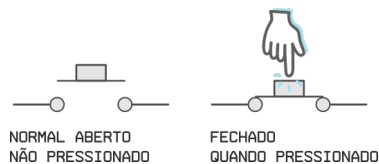

Figura 4: Chave tátil normalmente aberta (fonte: <https://uploads.filipeflop.com/2018/12/push-button.png>)
Uma chave táctil (*push-button*) funciona como um contato que abre e fecha, sendo assim, uma chave possui dois valores, 0 ou 1, aberto ou fechado. Quando a chave é do tipo “normalmente aberto” (NA), significa que quando pressionada fecha-se o contato (ver Figura 4). Conectando uma chave a uma porta do NodeMCU podemos ler o valor 0 ou 1 da chave e assim tomar uma ação. Por só ter dois valores possíveis, utilizaremos uma das portas digitais da placa.